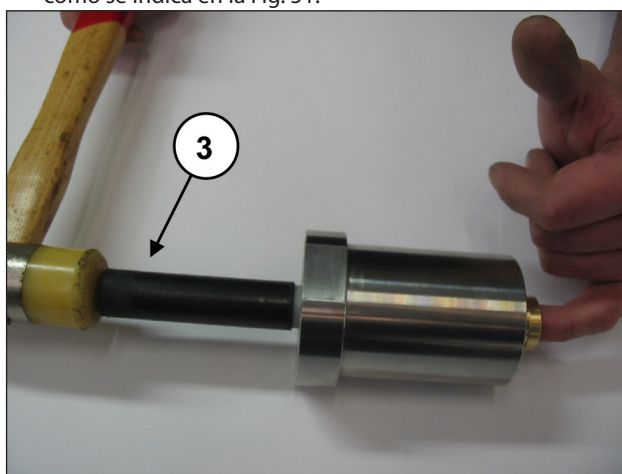
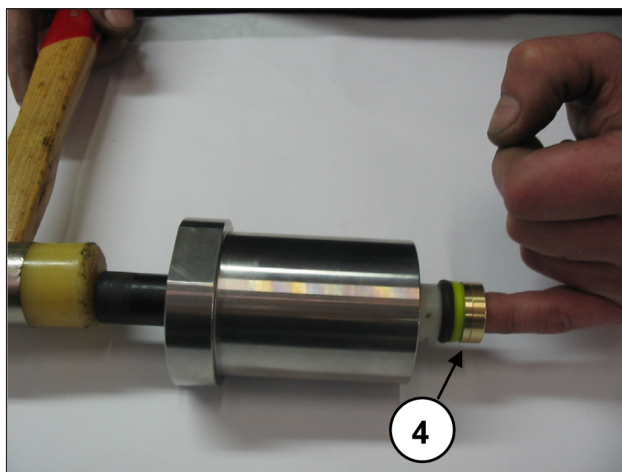

Fig. 52
Fig. 53
- Con la camisa desmontada del soporte de juntas y utilizando una clavija de plástico ③ como se indica en la Fig. 52, extraer el paquete HP (alta presión) ④ como se indica en la Fig. 53.
Sustituir el paquete HP ④ Fig. 53 cada vez que se realicen operaciones de desmontaje.